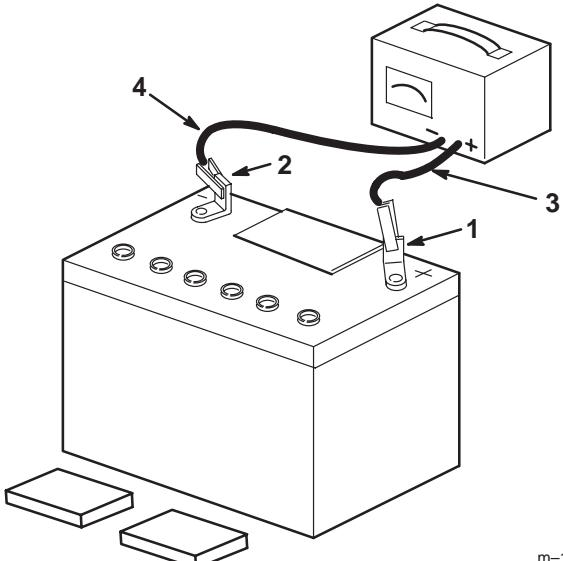

Figure 6
3. Ne pas remettre les bouchons et connecter un chargeur de batterie de 3 à 4 A aux bornes de la batterie (Fig. 6). Charger la batterie avec un débit de 4 A ou moins durant 4 heures (12 V).
4. Lorsque la batterie est complètement chargée, débrancher le chargeur de la prise de courant, puis le déconnecter des bornes négative et positive de la batterie (Fig. 6).